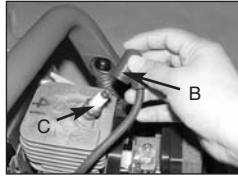

Abb. 21B
3. Ziehen Sie das Zündkabel (B) durch Ziehen und gleichzeitiges Drehen von der Zündkerze ab (Abb. 21B).